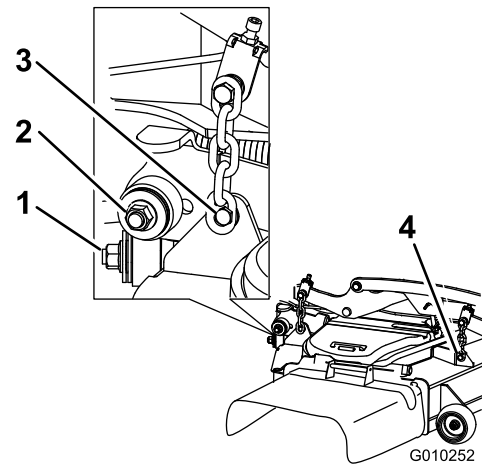

**Figura 131**
5. Levante la chapa de suelo e introduzca una llave dinamométrica en el taladro cuadrado del brazo tensor de la carcasa (Figura 130 o Figura 131).
6. Gire el brazo tensor de la carcasa en sentido horario, levante la pestaña de la guía de la correa (máquinas de descarga trasera solamente), y retire la correa del cortacésped (Figura 130 o Figura 131).